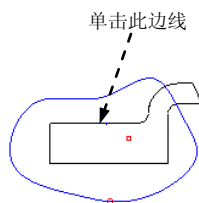

图 8.1.14 绘制剖视图的边界线
Step6. 设置剖视图选项。在“绘图视图”对话框中, 选取 **类别** 区域中的 **截面** 选项; 将 **剖面选项** 设置为 **2D 剖面**, 然后单击 **+** 按钮; 在 **名称** 下拉列表框中选取剖截面  **A**, 在 **剖切区域** 下拉列表框中选取“局部”; 单击图 8.1.14 所示的边线, 绘制图中所示的局部区域的边界, 然后单击 **确定** 按钮。